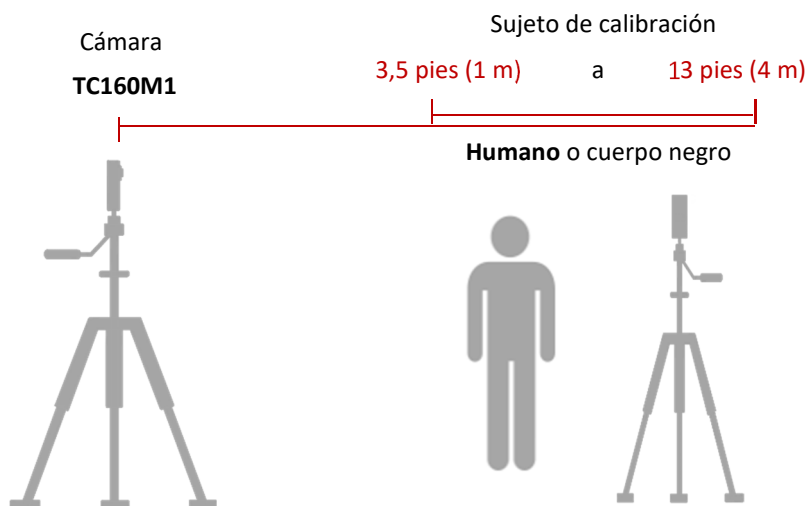

Figura 8: El sujeto de calibración debe estar aproximadamente a la misma distancia de la cámara que los sujetos de la pantalla.
- 2) *Introduzca la temperatura del sujeto de calibración en el cuadro de diálogo que se muestra en Figura 7(a). El sujeto de calibración debe estar aproximadamente a la misma distancia de la cámara que los sujetos de la proyección, como se detalla en Figura 8. Si utiliza un sujeto humano, mida la temperatura del sujeto con un termómetro de mano (se prefiere un dispositivo aprobado por la FDA); Si utiliza un sujeto de cuerpo negro, fije la temperatura de referencia en 95–97 °F (35–36 °C) y permita que el cuerpo negro alcance la temperatura de referencia antes de iniciar la calibración.*